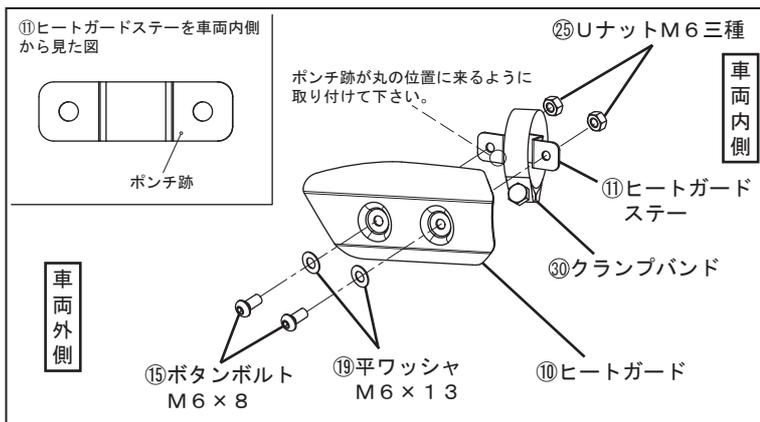

FIG. 20
(FIG. 20参照)
注意 ⑩ヒートガードステーの向きには指定があります。取り付けの際はFIG. 20を参照し、正しい向きに取り付けて下さい。